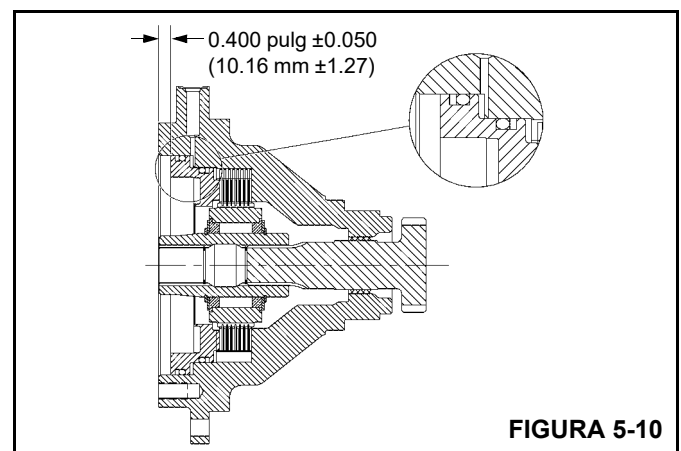

FIGURA 5-10
14. Después de la instalación, revise la pila de frenos para asegurar que las dimensiones se encuentren dentro de las tolerancias indicadas en la Figura 5-10. Si la dimensión medida es mayor que la mostrada, se han dejado algunos discos de fricción y platos de estator sin instalar, o los discos de fricción se han desgastado más allá de los márgenes de tolerancia aceptables. Si la dimensión medida es menor que la mostrada, se ha instalado un número excesivo de platos o discos o éstos no están debidamente asentados.
15. Cubra los anillos "O" y los anillos de respaldo (artículos 7-3, 7-7, 7-8 y 7-9) nuevos con aceite liviano e instálelos en el émbolo (artículo 10). Vea la Figura 5-10 para la instalación correcta de los anillos "O" y anillos de respaldo.